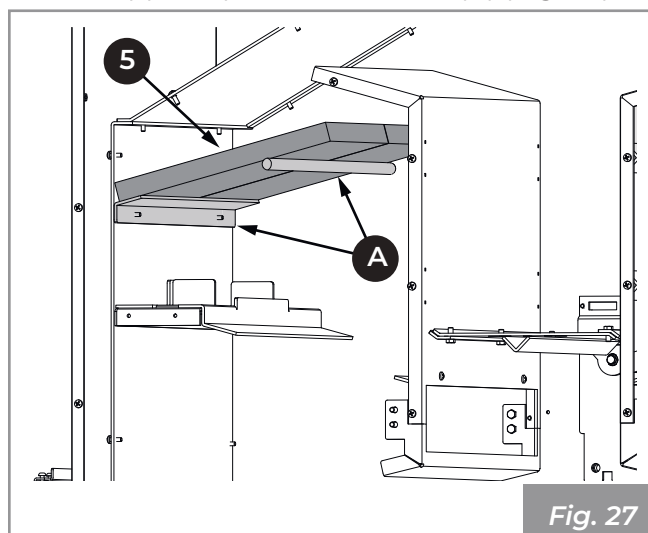

Fig. 27
- 2) Placer les panneaux (5) en les appuyant sur les supports prévus à cet effet (A) (Fig. 27).